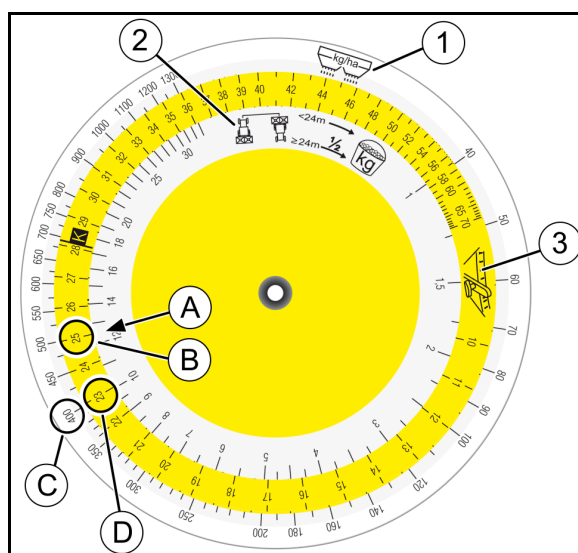

Fig. 57
En la escala (Fig. 57/2) de dosis empleada [kg], consultar la cifra (A) y hacerla coincidir con la posición de la corredera (B) de la escala de colores (Fig. 57/3).
3. Consultar la dosis de aplicación deseada (C) y leer la posición necesaria de la corredera (posición) (D).